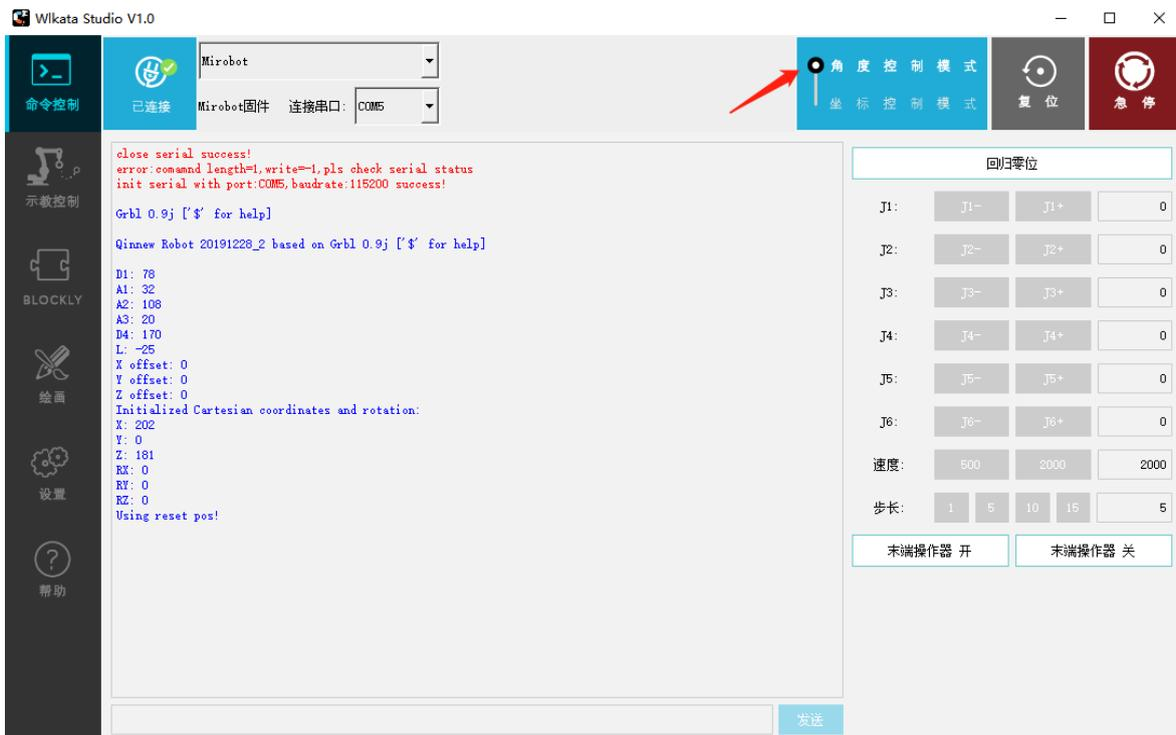

图 2.20 角度控制模式选择
(2) 在 Wkato studio 中控制模式选择处选择角度控制模式，如图 2.20 所示。